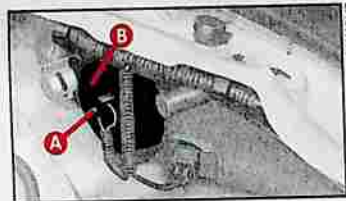

fig. 13
1) Débrancher d'abord la connexion A-fig. 13, puis enlever le capuchon en caoutchouc B.